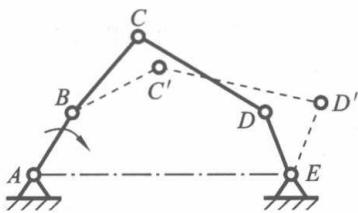

图 2-6 原动件数 < 机构自由度
(3) 原动件数 < 机构自由度,运动不确定,如图 2-6 所示。